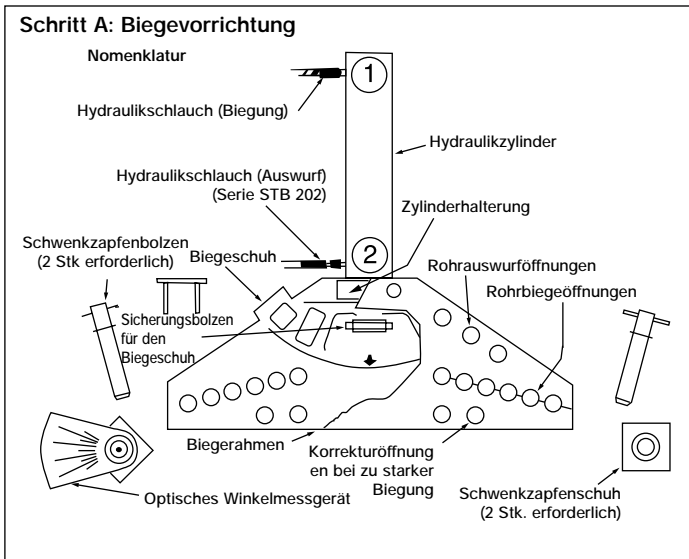

Abbildung 1, Biegevorrichtung
4.0 BIEGEVORRICHTUNG (SIEHE ABBILDUNG 1)
- Die Schläuche am Pumpventil anschließen. Schlauch (1) an Zylinderanschluss (1) anschließen. Schlauch (2) an Zylinderanschluss (2) anschließen. HINWEIS: Schlauch (2) wird nur bei Biegevorrichtungen der Serie STB-202 verwendet.